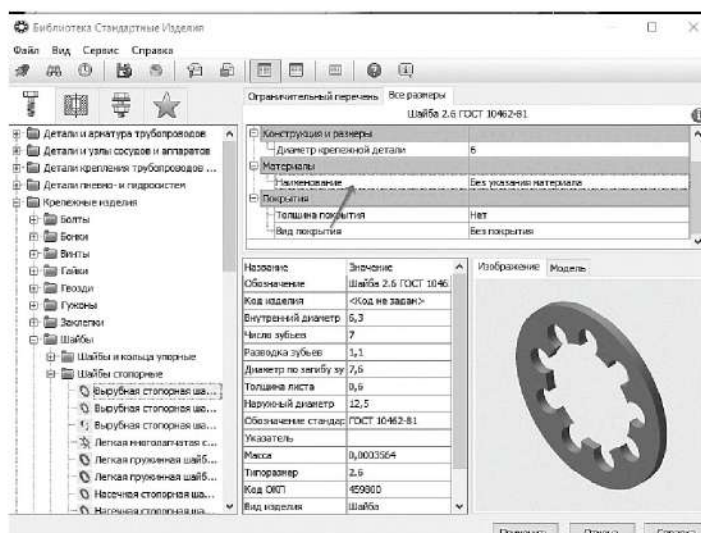

Рисунок 3.93. Выбор материала Шайбы
10.1.9 В Области свойств выполните двойное нажатие левой кнопки мыши в поле **Наименование «ветви» Материалы** (рисунок 3.93).